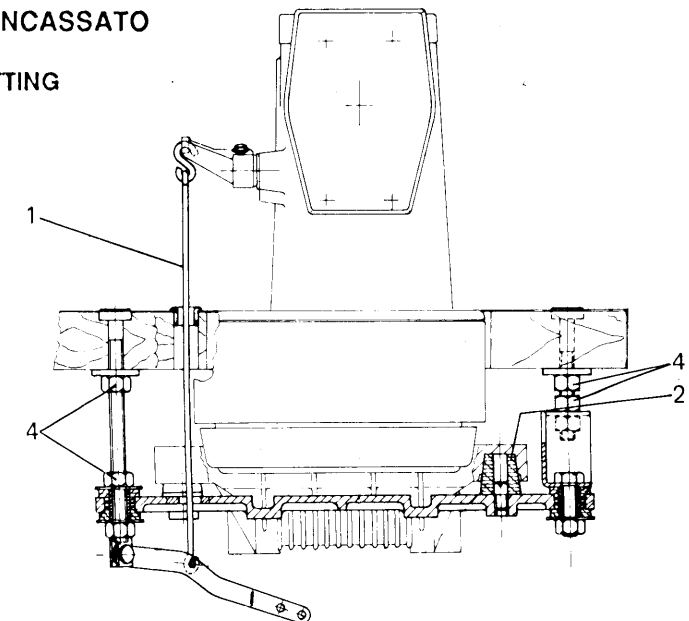

Fig. 1
2. piazzare la macchina sul bancale, centrando le sedi coniche ricavate nelle orecchiette della bacinella sui quattro tamponi ammortizzatori 2 (fig.1).
3. collegare il tirante 1 (fig. 1) alla leva alza piedino della macchina.
6. livellare la testa della macchina affinché la cinghia si trovi sul piano normale agli assi delle pulegge e al centro delle loro gole. Per l'operazione di livellamento, quando la testa è piazzata fuori tavola, agire sui perni sostegno testa 3 (fig.1), avendo cura di bloccare gli appositi dadi. Per la stessa operazione, quando la testa è piazzata a filo tavola, agire sui dadi 4 (fig.1) dei bulloni che portano la piastra e la staffa.
2. Place the machine on the stand, centering the conical housings of the sump lugs on the four shock absorbers 2 (fig.1).
3. Connect stay-rod (fig.1) to machine presser foot lifter lever.
6. Level the machine head so that the belt is perpendicular to the pulley axes and thus centered in their races. For the levelling operation when the head is set outside the table, adjust the head support pins 3 (fig.1), making sure to lock them again afterwards with the relative nuts. For the same operation when the head is set level with the table, adjust nuts 4 (fig.1) of bolts holding plate and bracket.